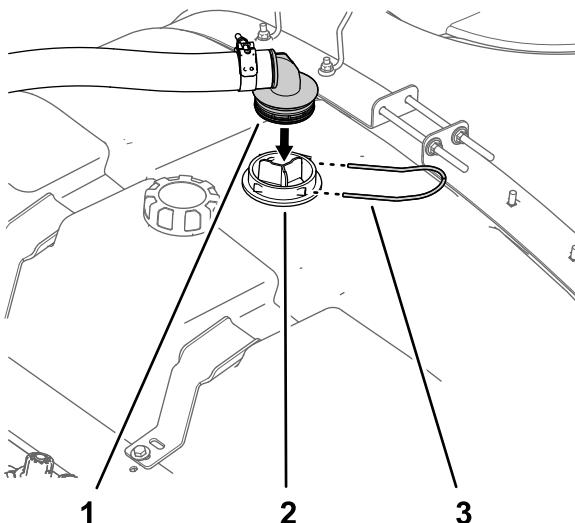

Figure 2
1. Au sommet de la cuve de pulvérisation, retirez l'étrier qui fixe le raccord à 90° cannelé du flexible d'aspiration au boîtier de la crête d'aspiration, et détachez le raccord cannelé du boîtier (Figure 2).
2. Déposez le raccord à 90° du boîtier de la crêpine d'aspiration (Figure 2).